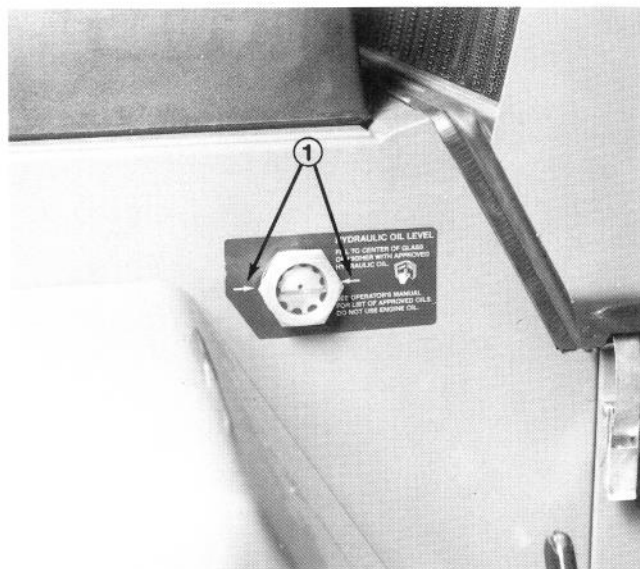

Figure 6
1. Regarder dans le regard (Fig. 6). Le niveau d'huile devrait atteindre les flèches lorsque l'huile est chaude. Il devrait se situer entre 6 et 12 mm au-dessous des flèches lorsque l'huile est froide.